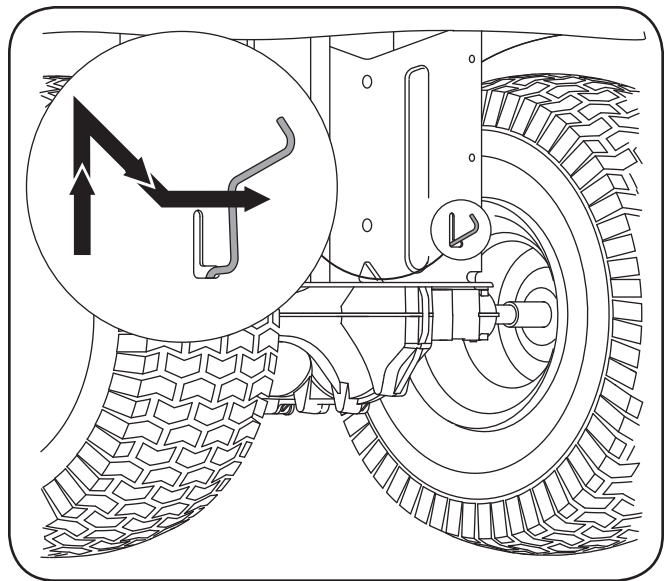

Figure 5-2
1. Localisez la tige de la soupape hydrostatique de dérivation sur l'arrière du tracteur. Voir la Fig. 5-2.